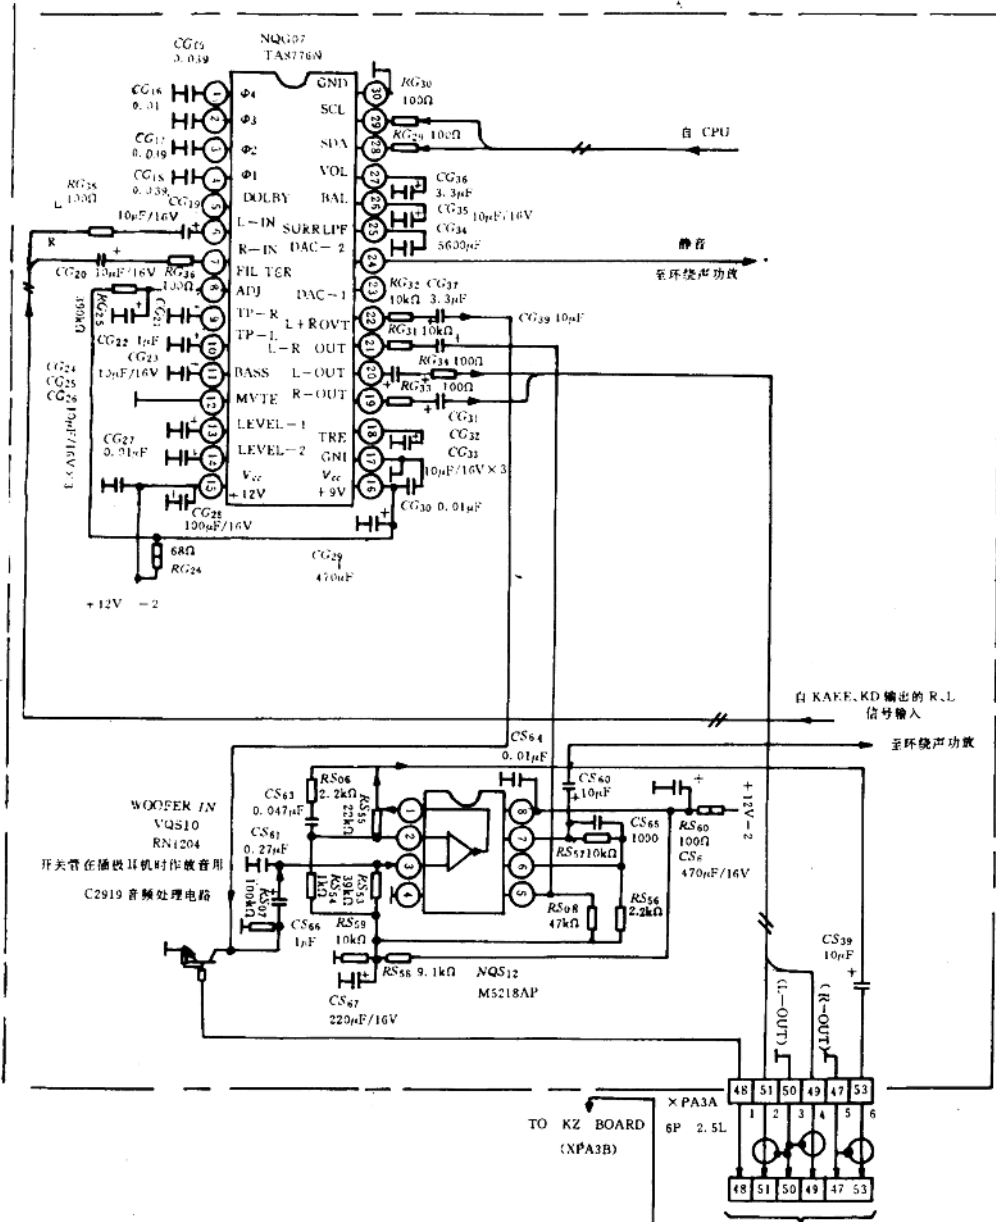

图 12 C2919 音频处理电路
如图12,KA板输出的R信号加到NQG07⑦脚,L信号加到⑥脚,经内部加法电路得到L+R信号,经音量控制后作为重低音信号从②脚输出,进入有源滤波器NQS12的③脚,取出200Hz以下的重低音从①脚输出并经插件加到三路功放NQ₆₀的重低音功放输入端⑤脚,放大后从④脚输出,并经插件进入BT板XPA4A④、⑤脚至XP665①、③脚至“火箭炮”扬声器系统W665发出重低音。同时KA板输出的R、L信号,在NQG07内相减,得到环绕声信号从②脚输出,加到NQS12的⑤脚,放大后从⑦脚输出,再经RS₀₃分为两路加到环绕声功放NQS1的②脚,另一路加到NQS1的④脚从②脚输入的信号作为R路信号从④脚输入的则作L路信号,分别经CS₅₇、CS₅₉加到插件XP624③、②脚至BT板,XP62B③、②脚至外接环绕声扬声器接线端XPH03,激励环绕声扬声器发音。NQS01信号输入电路中并接的开关管在插拔耳机或AV/TV转换时作静音使用。在NQG07内,R、L信号经高低音控制、音量控制和平衡控制后,R信号从⑬脚输出,L信号从⑭脚输出,R信号经RG₃₃、CG₃₂,L信号经RG₃₄、CG₃₃,分别加到插件XPA3A④脚和②脚至KZ板XPA3B④脚和②脚至XPA6B⑤脚和①脚至DY板XPA6A⑤脚和①脚,XPA6A⑤脚输入的R信号经R₆₇₀、C₆₇₃加到NQ₆₀₁(TA8218AH)输出端②脚,XPA6A①脚输入的L信号经R₆₈₅、C₆₈₁加到NQ₆₀功放决的⑥脚,经功放后,R信号从⑦脚输出,L信号从⑩脚输出,R信号经C₆₈₇、L信号经C₆₈₃分别加到XPA5A③脚和①脚,至KX板XPA5B③脚和①脚,至立体声耳机插口XP₆₆₁,至XPA4B③脚和①脚,至BT